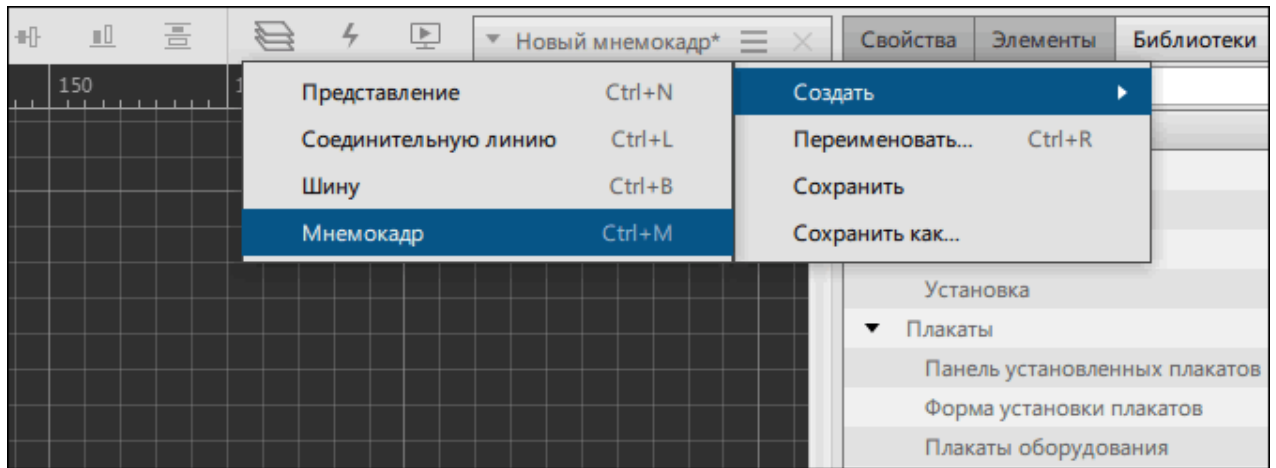

Рисунок 358 - Создать мнемокадр
1. Нажмите на  и выберите **Создать** → **Мнемокадр** (Рисунок 358).